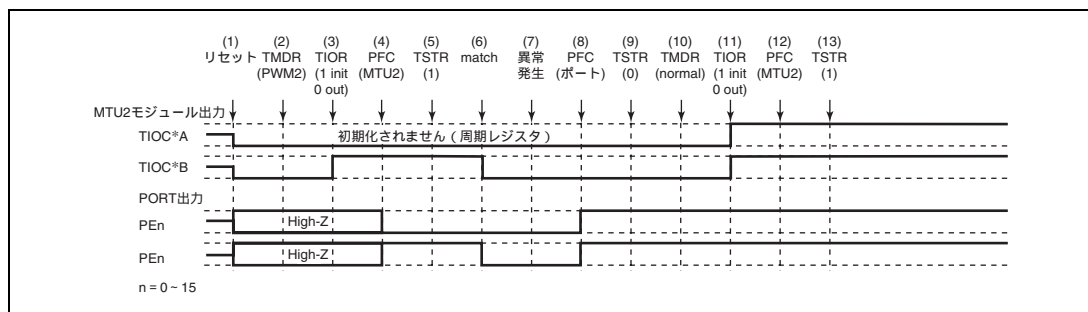

図 10.147 PWM モード 2 で異常が発生し、ノーマルモードで復帰する場合
PWM モード 2 で異常が発生し、再設定後ノーマルモードで再スタートする場合の説明図を図 10.147 に示します。
(1) ~ (9) は図 10.147 と共通です。
(10) PWM モード 1 を設定します。
(11) TIOR で端子を初期化してください (PWM モード 1 では TIOC*B 側は初期化されません)。
(12) PFC で MTU2 出力としてください。
(13) TSTR で再スタートします。
(10) PWM モード 2 で再スタートする場合には必要ありません。
(11) TIOR で端子を初期化してください (PWM モード 2 では周期レジスタの端子は初期化されません)。
- (1) ~ (9) は図 10.147 と共通です。
- (10) 位相計数モードを設定します。
- (11) TIOR で端子を初期化してください。
- (12) PFC で MTU2 出力としてください。
- (13) TSTR で再スタートします。